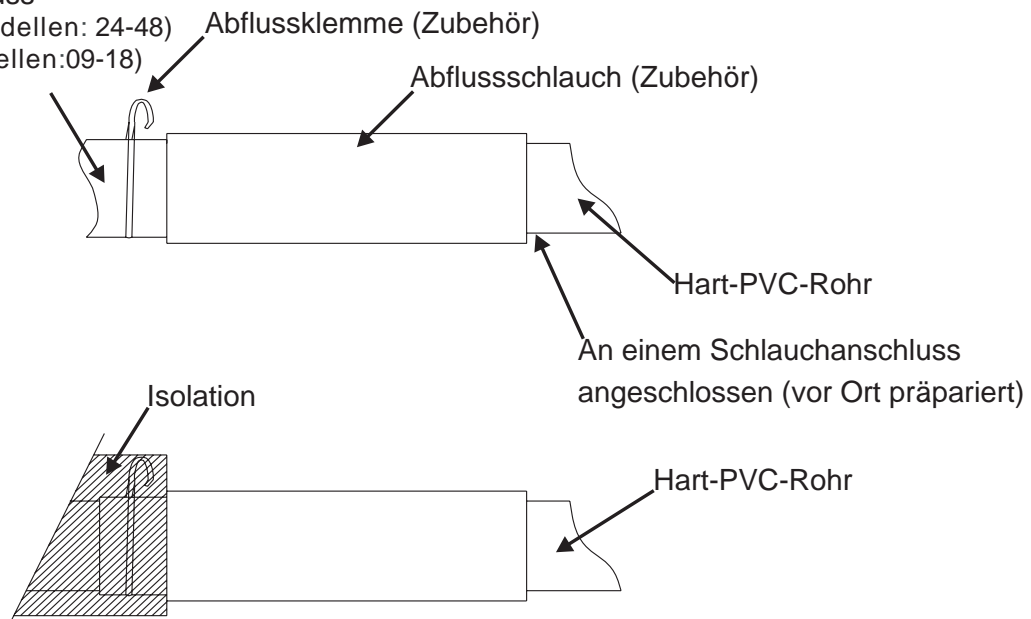

Abb.12
3. Führen Sie den Abflussschlauch ein, bis er gut an der Abflussmündung angeschlossen ist und schließen Sie die Schlauchklemme fest zu (vor Ort präpariert)(Abb. 12).
4. Nachdem Sie den Abfluss geprüft haben, umwickeln Sie den Abflussschlauch mit der Isolierung und den Klemmen . (vor Ort präpariert)( Abb.12)